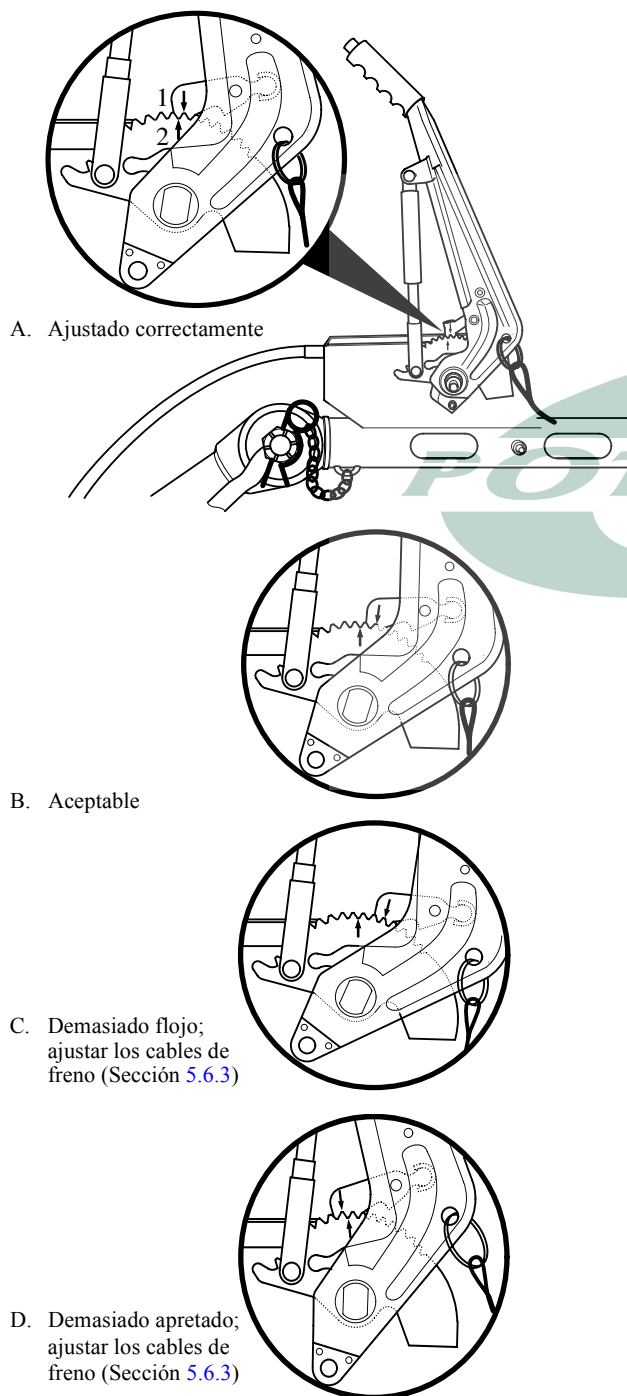

Fig. 5.6 Posición correcta y errónea de las marcas
5. Compruebe la posición de la flecha que indica "1" en el cierre de fiador en combinación con la flecha que indica "2" en el sector dentado, de acuerdo con la Fig. 5.6 A, B, C, D.